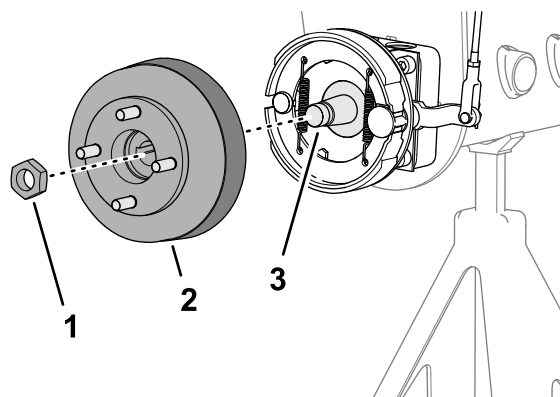
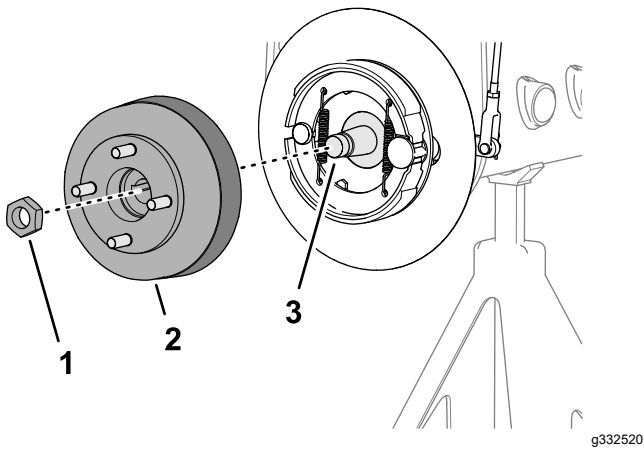

図 70
図 71
3. ホイールハブとブレーキドラムをホイールモータのシャフトに組み付ける図 70または図 71。
4. ロックナットでホイールハブをシャフトに取り付け 図 70または 図 71、手締めする。